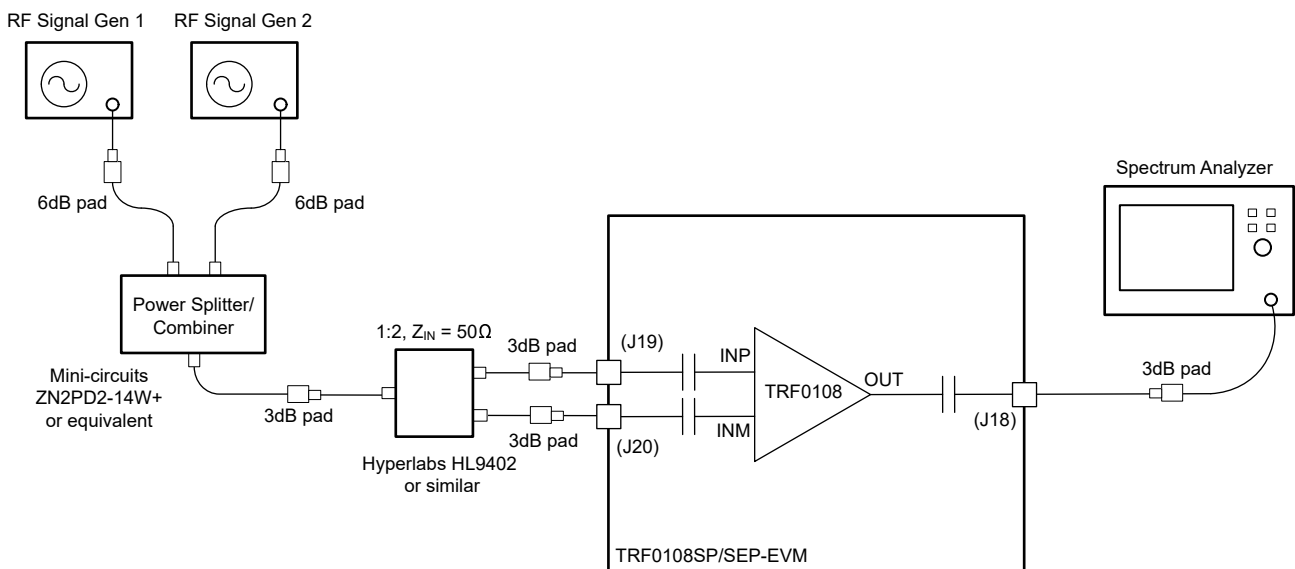

図 3-4. 2 トーン OIP3 テスト設定
1. 図 3-4 に示すように、二台の信号発生器の出力を同相パワースプリッタ / コンバイナを使用して合成します。二台の信号発生器間のアイソレーションを高め、IMD3 スプリアスを最小限に抑えるため、RF 信号発生器の出力には 6dB のアッテネータを使用することを推奨します。